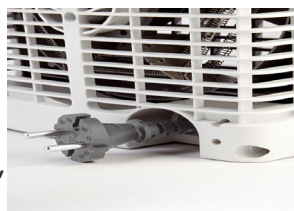

Fig. 7
- sortir entièrement le cordon d'alimentation qui se trouve dans le compartiment range-cordon à l'arrière de l'appareil (fig. 7).